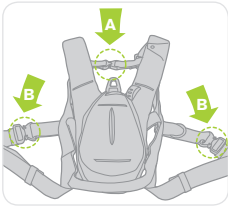

Abbildung 11
- Führen Sie die Arme durch die Schulterriemen und schließen Sie den Brustverschluss (A) (siehe Abbildung 11).
- Schließen Sie die Beinschnallen (B) (siehe Abbildung 11). Stellen Sie die Beingurte ein, indem Sie die Gurte durch die Schnallen ziehen, und stellen Sie sie so ein, dass sie eng anliegen (siehe Abbildung 14).